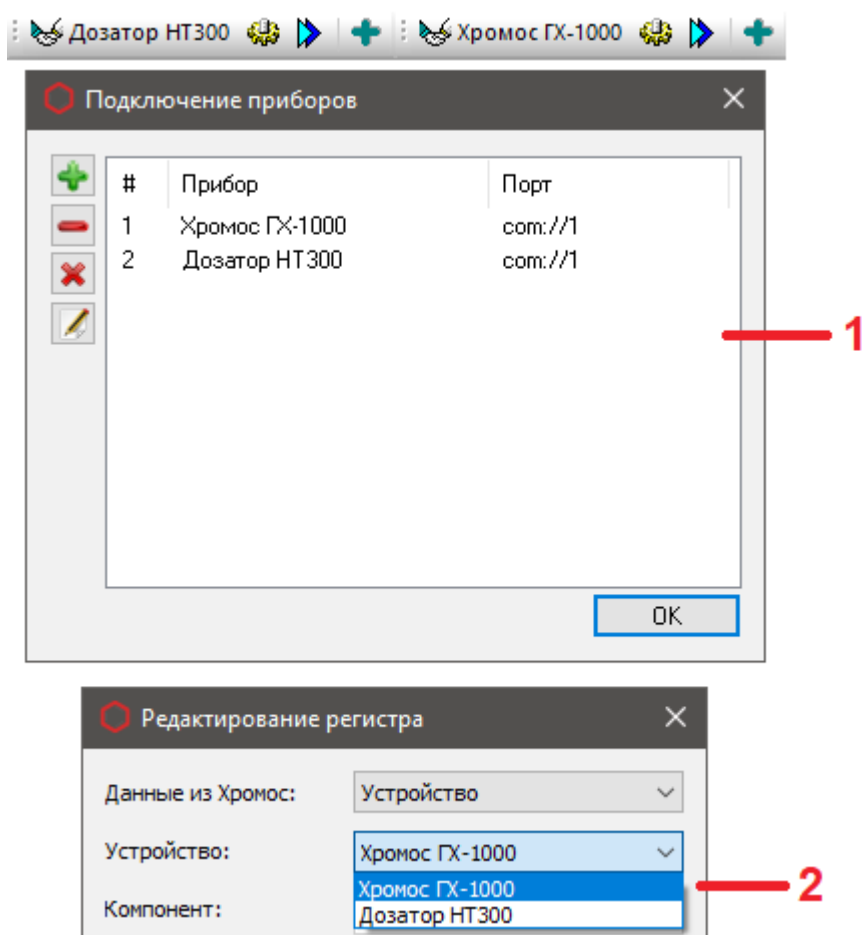

Рис. 4.4
2. Поле «Устройство». Здесь будет список доступных устройств из ПО «Хромос», рис. 4.4;